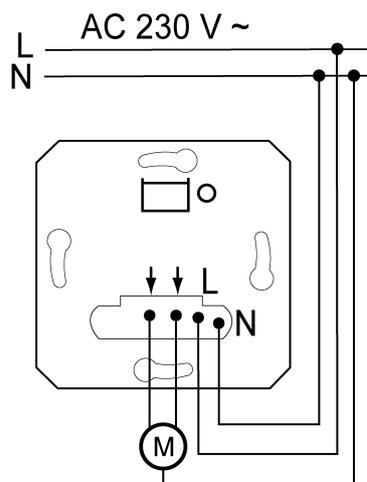
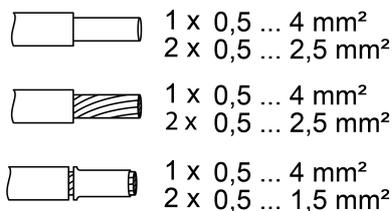

Bild 2: Anschluss Einsatz
Bild 3: Klemmbarer Leitungsquerschnitt
- Jalousie-Einsatz gemäß Anschlussplan anschließen (siehe Bild 2). Dabei klemmbare Leitungsquerschnitte beachten (siehe Bild 3).